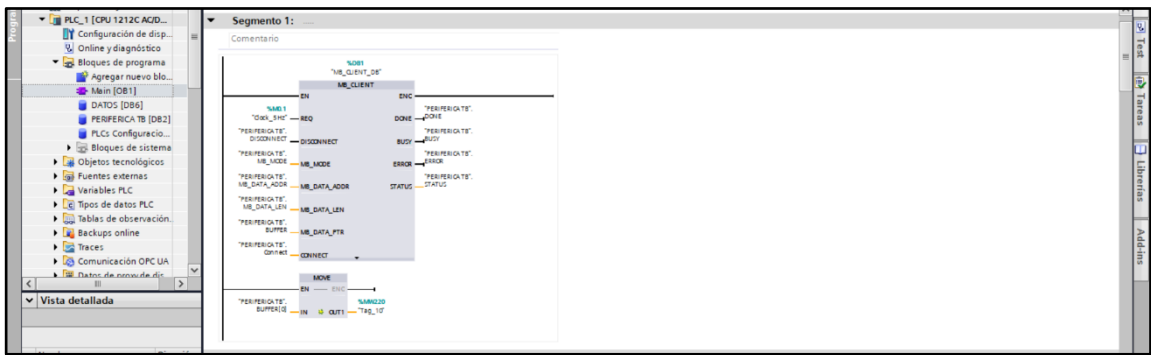

Figura 4-5. Bloque MB\_CLIENT
Como se puede observar en la Figura 4-5. se utilizó un bloque MOVE para mover el dato comunicado y así poder visualizarlo en la HMI, además, se configuro un bloque MB\_CLIENT, este bloque cumple la función de realizar la comunicación entre el PLC S7-1200 y la periférica TB20-C. Los datos de esta configuración y datos recibidos quedan guardados en un bloque datos (DB) como se puede apreciar en la Figura 4-6.